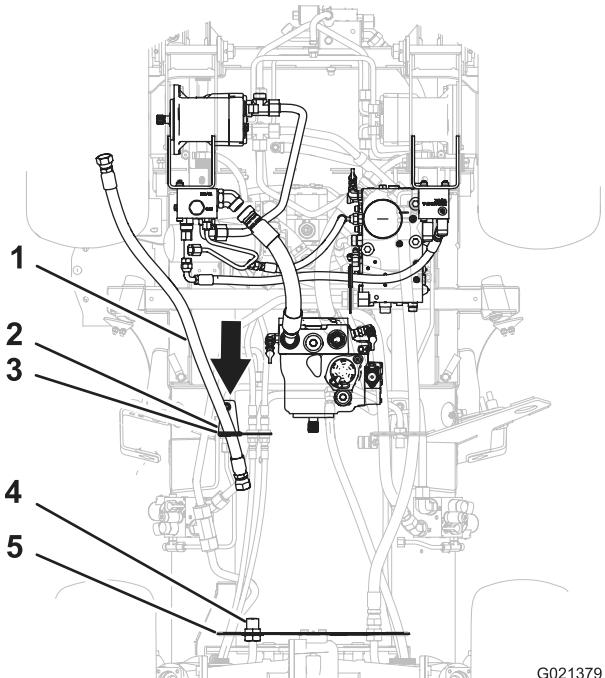

Figure 15
- Alignez le raccord du flexible de traction arrière à travers le guide amorti dans le support, et glissez le flexible dans le support (Figure 15).